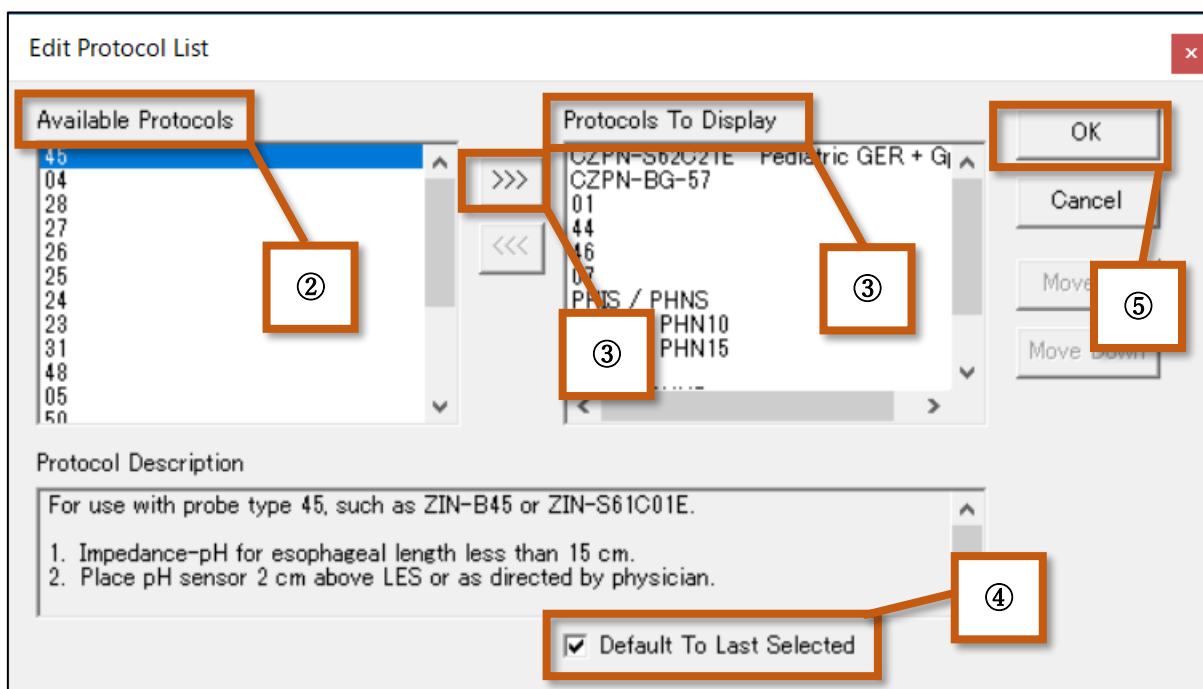

図 64 プロトコルリストの編集
- ① Edit Protocol List が開きます (図 64 の①)。
- ② Available Protocols から使用するカテーテルを選択します (図 64 の②)。
- ③ [ ]>>> ]ボタンをクリックして、Protocols To Display のリストに追加します (図 64 の③)。
- ④ この設定を常に反映させるときは、[Default To Last Selected]をクリックします (図 64 の④)。
⑤ 設定が完了したら[OK]をクリックします (図 64の⑤)。
① プローブを追加する場合
- ・ Edit Protocol List 画面が出てくるので、追加したいプローブを選び、[>>>] ボタンをクリックして、Protocols To Display のリストに追加します。詳細の設定方法については、図 64 を参照ください。
② プローブを削除する場合
- ・ Edit Protocol List 画面が出てくるので、削除したいプローブを Protocols To Display 上から選び、[ <<< ] ボタンをクリックして、Protocols To Display のリストから削除します。詳細の設定方法については、図 64 を参照ください。
Edit Protocol List 上で“Default To Last Selected”を選択すると最後に設定した設定が保存されます（54 ページ 図 64 の④参照）。